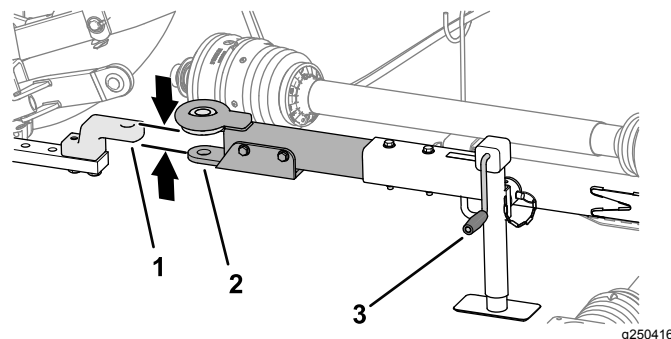

Рисунок 28
1. С помощью рукоятки домкрата поднимайте или опускайте домкрат буксировочной штанги до совмещения ее с тяговым брусом или поворотным сцепным устройством (Рисунок 28).
3. Совместите тяговый брус или поворотное сцепное устройство буксирного автомобиля с буксировочной штангой газонокосилки (Рисунок 28).